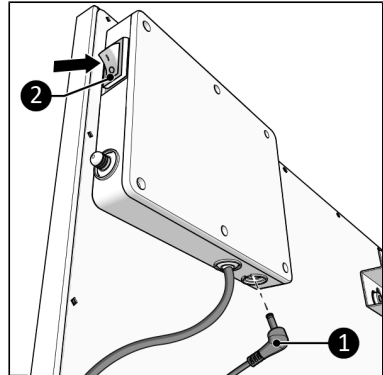

Abbildung 50.
1. Stellen Sie sicher, dass sich der EIN/AUS-Schalter in der AUS-Position befindet (Abbildung 50, Pos. 2).
2. Verbinden Sie den Stecker des externen Temperatursensors (Abbildung 50, Pos. 1) mit dem Sensorstecker.